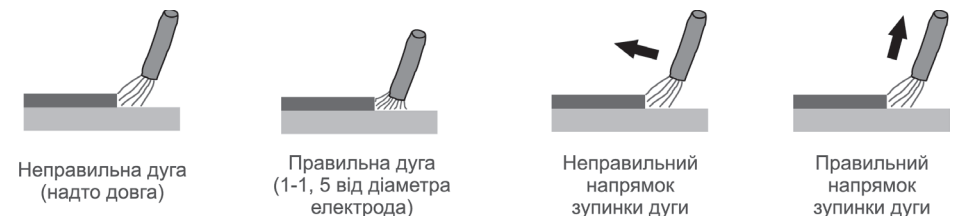

Рисунок 5. Відстань розташування електрода із покриттям до деталі під час ручного дугового зварювання («ММА»).
2. Вставити зварювальний дріт у механізм подачі (2, рис. 2; рис. 5). Для чого необхідно виконати низку дій, описаних у п. 2–4 підпункту 5.2.4.
4. Після появи дуги одразу відвести електрод від поверхні майбутнього шва на відстань 2–4 мм і утримувати цю відстань протягом усього зварювального процесу (див. рис. 5).
5. Для зупинки процесу зварювання відвести електрод від поверхні деталі на достатню відстань (рис. 5).